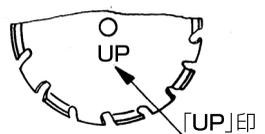

図 4
(2) かくはん羽根をシャフト(A1)のネジの短い方に装着します。取付け方向は「UP」印(図4)のある方を本体側に向けてください。次に袋ナットを時計方向にねじ込み、スパナでしっかり締付けてください。